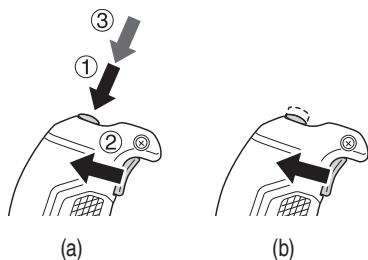

Fig. 27
Cuando el conmutador de gatillo se haya deslizado completamente, ③ pulsar una vez más el botón de bloqueo de ON/OFF bloqueará el conmutador de gatillo en su sitio, lo que permite liberar el conmutador de gatillo para la operación continuada. (Fig. 27 (a))
Para desbloquear el conmutador de gatillo, deslice el conmutador de gatillo una vez más para liberar el botón de bloqueo de ON/OFF y detener la operación. (Fig. 27 (b))